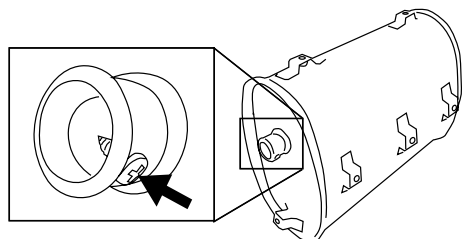

Figure 15: Retirez le pare-étincelles
4. Une fois le couvercle retiré, placez la vis sur le bout du silencieux et retirez-la. Retirez le pare-étincelles du silencieux. (voir Figure 15).